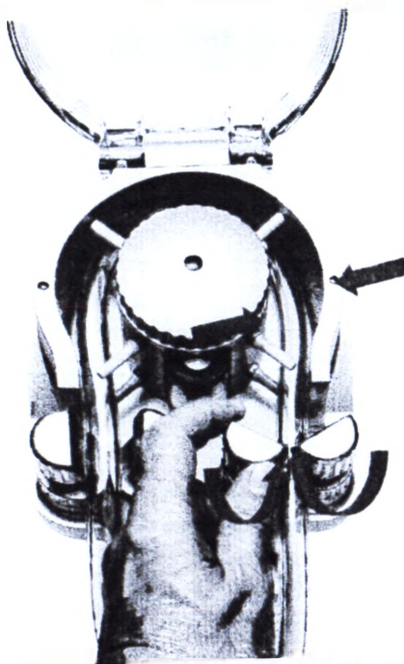

Рис. 15. Повернутые катушки
9. После правильной установки трубки универсальные катушки можно заблокировать для закрепления трубки. Перед фиксацией необходимо немного растянуть трубку, чтобы выпрямить ее, что в свою очередь позволит ее отвести от стенки насоса. Двумя стрелками на Рис. 15 показан зазор, создаваемый таким образом.